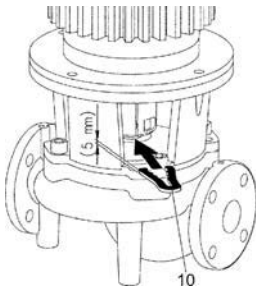

Fig. 19: Τοποθέτηση της φουρκέτας συναρμολόγησης
- Σπρώξτε τη φουρκέτα συναρμολόγησης (Fig. 19, θέση 10) ανάμεσα στη λατέρνα και στον σύνδεσμο. Το φίλερ πρέπει να εφαρμόζει χωρίς τζόγο.